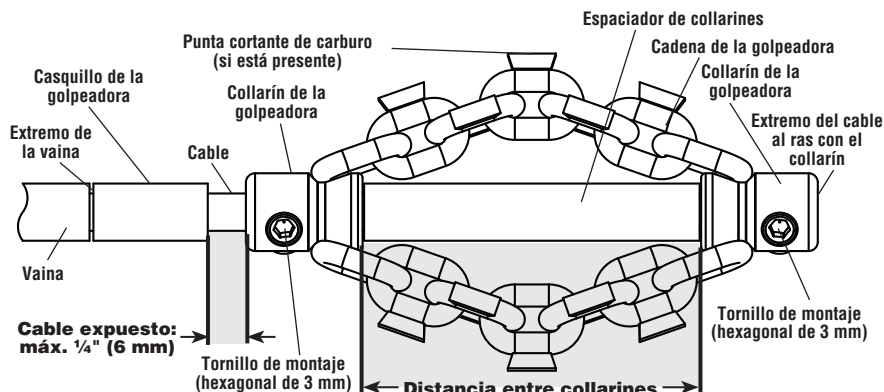

Figura 10 – Instalación y ajuste de la golpeadora de cadenas
2. La Figura 10 muestra un dibujo que indica cómo hacer correctamente la instalación y ajuste de las golpeadoras de cadenas. Hay dos mediciones claves para la instalación y ajuste de las golpeadoras de cadenas.
6. Haga un ajuste de prueba de la golpeadora de cadenas, casquillo de la golpeadora y espaciador de collarines, como se muestra en la *Figura 10*. Las cadenas deben estar derechas. No debe ensamblar las partes si las cadenas están retorcidas. Para prevenir un desgaste excesivo del extremo del cable, la punta del cable debe estar al ras con el extremo del collarín.
7. Una vez que la golpeadora de cadenas esté correctamente instalada sobre el cable como se muestra en la *Figura 10*, apriete bien los tornillos de montaje hexagonales, con una llave hexagonal que se suministra. Coloque la punta del tornillo de montaje contra el cable y luego apriete el tornillo, dándole una vuelta adicional de ⅓ a ¼ de vuelta (entre 45 grados y 90 grados). Si los tornillos de montaje no están bien apretados, se podría resbalar la golpeadora de cadenas y dañar el cable o perderse por el desagüe.